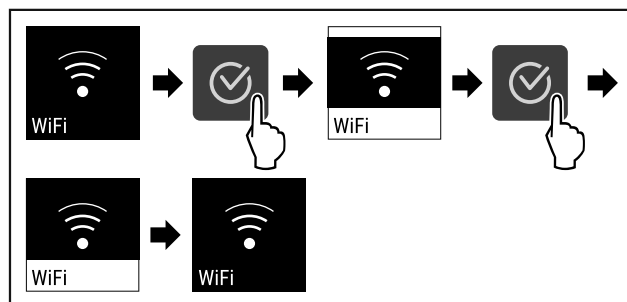

Fig. 87
- Handlungsschritte (siehe Fig. 87) durchführen.